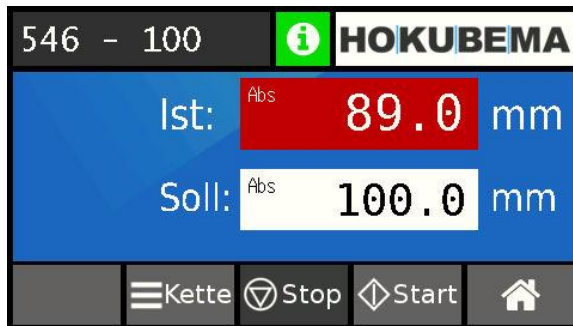
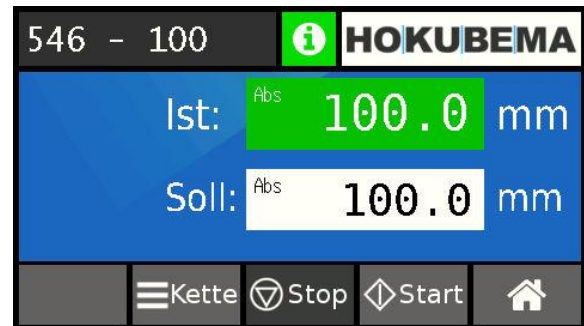

Abbildung 51: Sollwerteingabe im Absolut-Modus
Abbildung 52: Position erreicht im Absolut-Modus
- Der Absolut-Modus ist immer dann aktiv, wenn im Bildschirm die Schaltfläche „Kette“ sichtbar ist und in den Eingabefeldern oben links „Abs“ erscheint (siehe ⇒ Abbildung 51 und ⇒ Abbildung 52).
- Jetzt auf das Feld „Soll:“ tippen und den gewünschten Sollwert eingeben, z. B. **100,00 mm** (⇒ Abbildung 51).
- Das Feld „Ist:“ wird so lange rot hinterlegt, bis der Zielwert „Soll:“ erreicht ist (siehe ⇒ Abbildung 51).
- Das Feld „Ist:“ wechselt auf grün, sobald die Zielposition „Soll:“ erreicht ist (siehe ⇒ Abbildung 52).